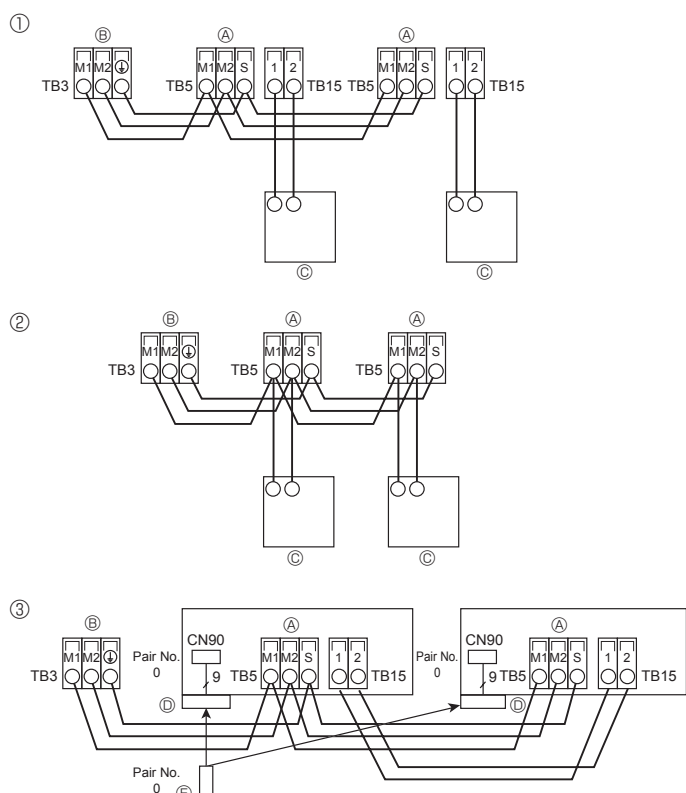
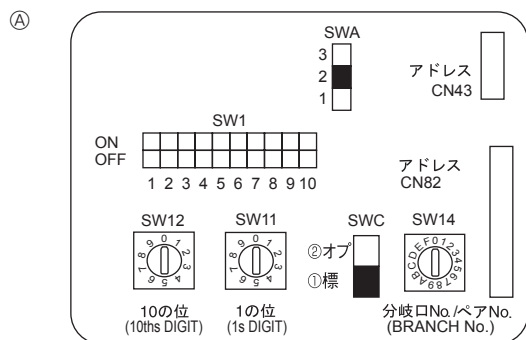

Fig. 6-3
Fig. 6-4
6.4. Подсоединение пульта дистанционного управления, кабелей передачи внутри и снаружи (Fig. 6-3)
- ① Пульт дистанционного управления "MA"
- ② Пульт дистанционного управления "M-NET"
- ③ Беспроводной пульт дистанционного управления (при установке беспроводного ресивера сигналов)
6.5. Установка адресов (Fig. 6-4)
6.6. Установка переключателей для различной высоты потолка (Fig.6-4)
6.7. Определение температуры в помещении встроенным датчиком пульта дистанционного управления (Fig.6-4)